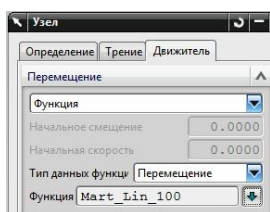
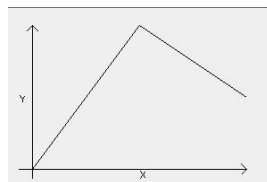
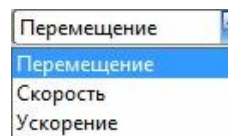

рис.11
рис.12
рис.13
- Если вы выбираете движитель, описываемый некоторой функцией (рис.12), то наша закладка принимает вид как на рис.11. Здесь необходимо указать имя заранее сформированной функции, и уточнить – что эта функция описывает: *перемещение, скорость или ускорение* (рис.13).